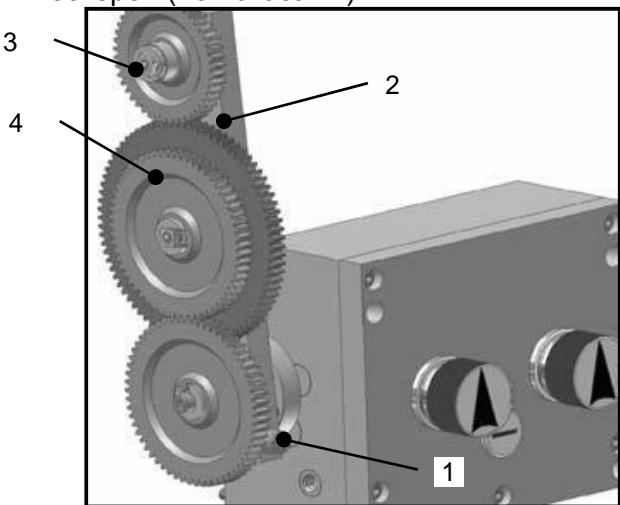

Рис. 15
- Ослабьте винт (1, Рис.15) поворотной консоли (2, Рис.15)
- Вынедете, повернув на себя, из зацепления со шпинделем консоль (2, Рис.15) с набором шестерен для удобства настройки
- Извлеките фиксирующие шайбы осей шестерен, и открутите квадратные гайки (3, Рис.15)
- Аккуратно снимите шестерни (4, Рис.15) с осей, извлеките передвигаемые сухари осей шестерен (не показаны).
После регулировки зазоров между шестернями и их фиксации, поворотом консоли (2, Рис.15) введите шестерни в зацепление с шестерней на шпинделе и зафиксируйте ее винтом (1, Рис.15).